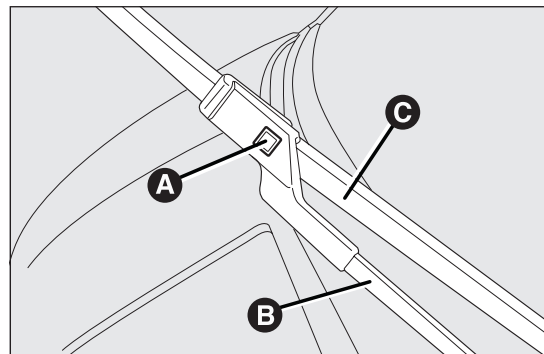

fig. 139
- sollevare il braccio A fig. 139 del tergicristallo e posizionare la spazzola in modo che formi un angolo di 90° con il braccio stesso;
- premere il pulsante A ed estrarre dal braccio B fig. 139 la spazzola C fig. 139;